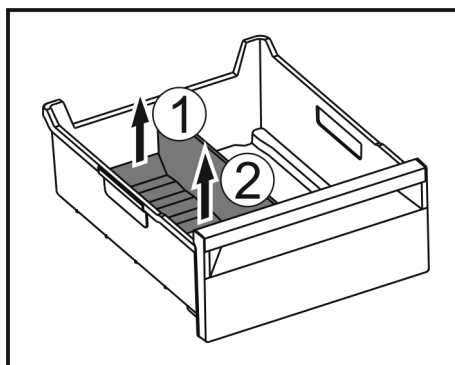

Fig. 99
- Приподнимите заднюю часть разделителя отделения для льда. Fig. 99 (1)
- Извлеките разделитель отделения для льда движением вверх. Fig. 99 (2)